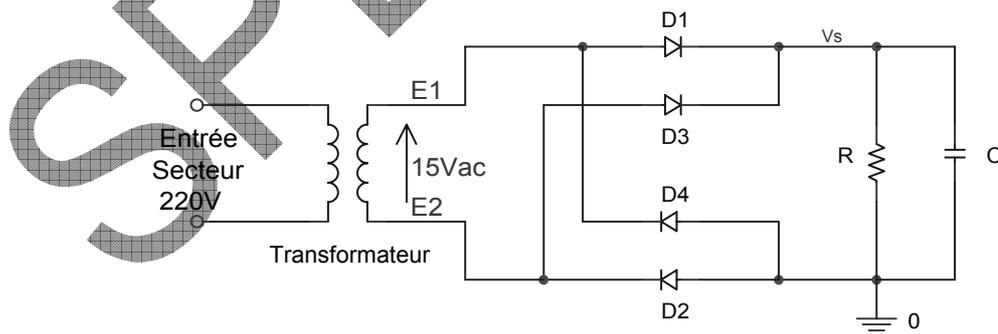

fig.2
2.2 FILTRAGE : schéma de principe fig.2